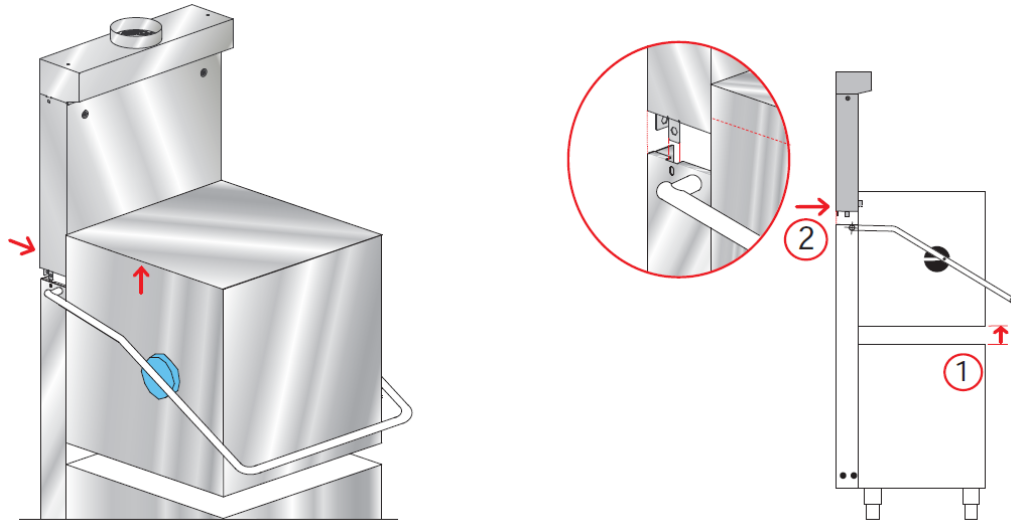

Fig. 3.2.3
4. Til de condens unit 10 cm op en plaatst deze zoals aangegeven in fig 3.2.3.